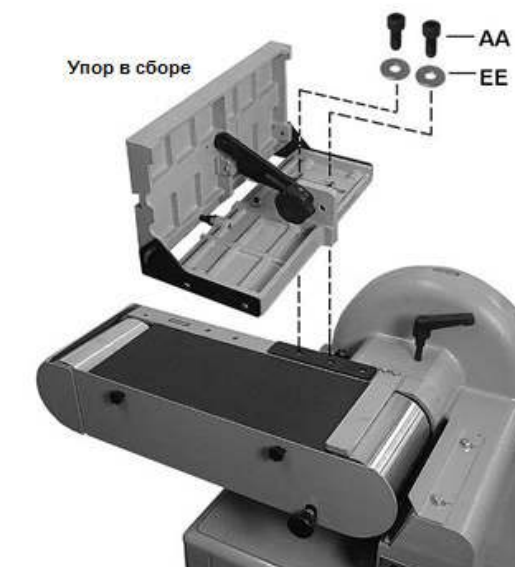

Рис. 9
#### Установка упора. См. рис. 9.
**Осторожно! Опасное место!** Перед установкой упора, расположите его в положении под прямым углом (см. Рис. 9) и затяните ручку для его фиксации.
1. Наклоните ленточный механизм в горизонтальное положение и расположите упор на опорной плите (см. Рис. 9).
2. Вставьте два винта с внутренним шестигранником M10 x 25 (AA) с двумя плоскими шайбами M10 (EE) в отверстия на основании упора и в резьбовые отверстия на соединительной планке (см. Рис. 9).